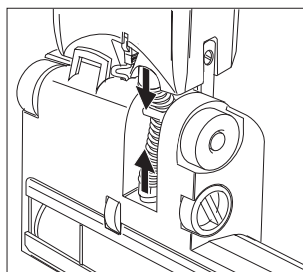

Fig. 12
- Débrancher le flexible à ses deux extrémités pour l'extraire. Chasser le bouchon obstruteur. <Fig. 12>.